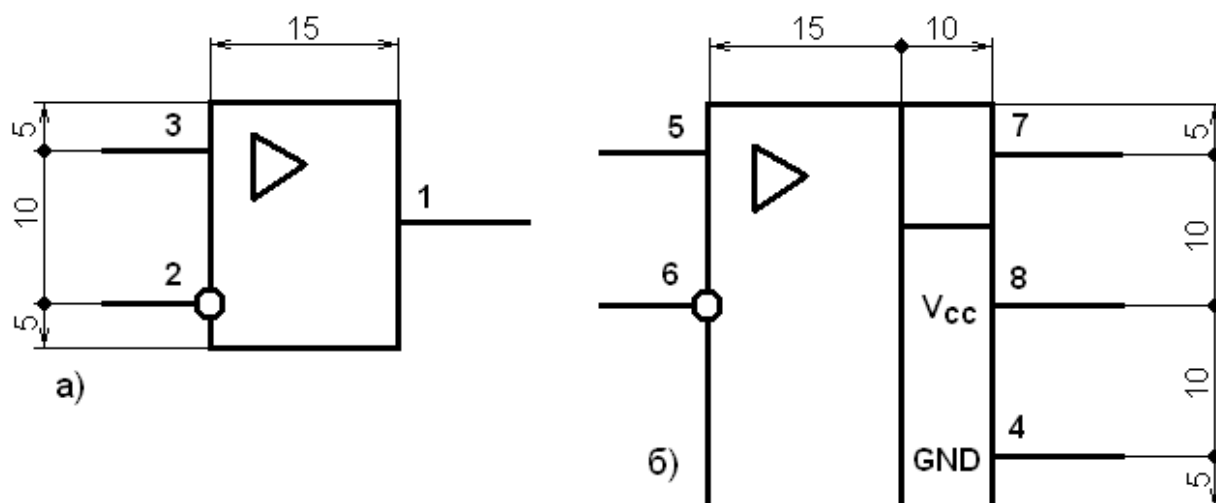

Рис. 24 УГО ИМС LM358N
9.1 УГО микросхемы LM358N изображено на рис. 24.